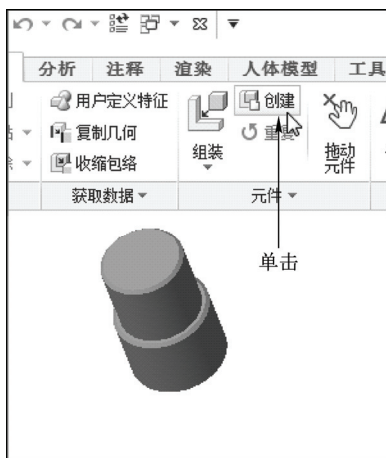

图 11-36 单击“创建”按钮
STEP 02 在功能区选项板的“模型”选项卡中，单击“元件”面板中的“创建”按钮，如图 11-36 所示。